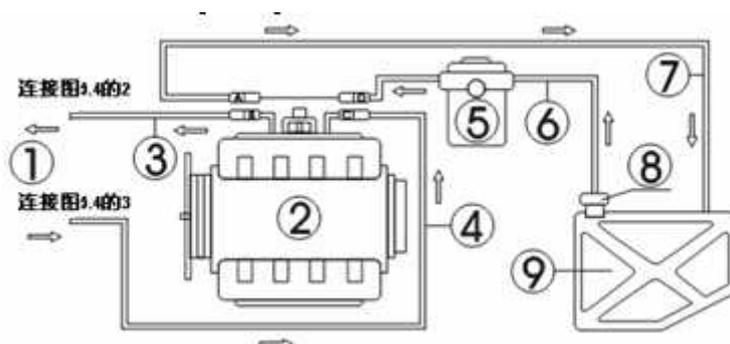

IMAGEN 6 Conexión de mangueras para Limpieza en-vehículo.
1.- Desconecte la manguera de abastecimiento de combustible en el vehículo (C,D), de la manguera de retorno (A,B) (Bloquee el conector mientras desconecta las mangueras). Seleccione los adaptadores apropiados para conectar B y C, y conectar la manguera de retorno y manguera de salida, como se puede observar en la imagen 6.